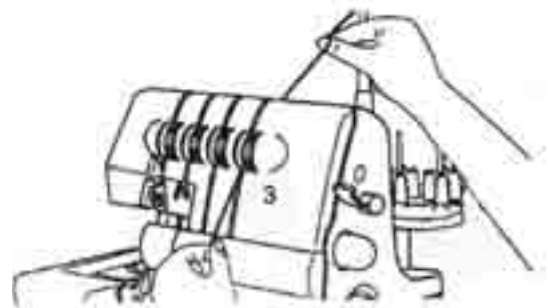

Bild 21
3. Håll fast tråden med fingrarna, för in den mellan skivorna i trådspänningsväljaren **17** och dra den sedan nedåt (3) (bild 21).